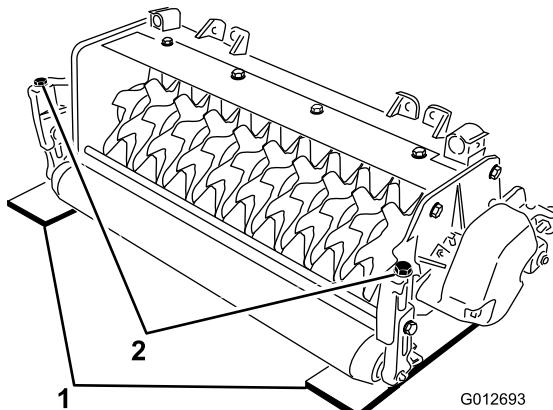

Рисунок 4
задним роликами барабана вертикуттера (на каждом краю барабана) (Рисунок 4).
3. Поверните регулировочный болт на каждом кронштейне высоты скашивания (Рисунок 4) таким образом, чтобы ножи барабана касались горизонтальной поверхности по обоим краям.